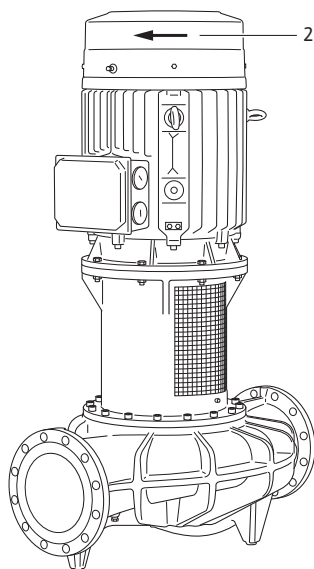

Fig. 47: Kontrollera rotationsriktningen
- Kontrollera om pumpens rotationsriktning stämmer överens med pilen på flätkåpan genom att tillkoppla en kort stund (se Fig. 47, pos. 2). Gör följande vid felaktig rotationsriktning: